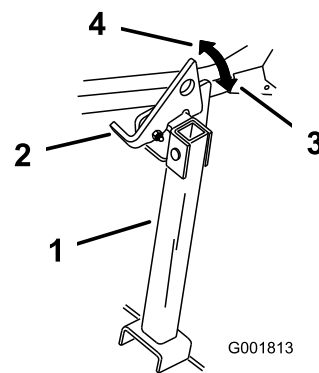

Figura 49
- Alzate il dispositivo di chiusura per sbloccarlo (Figura 49).